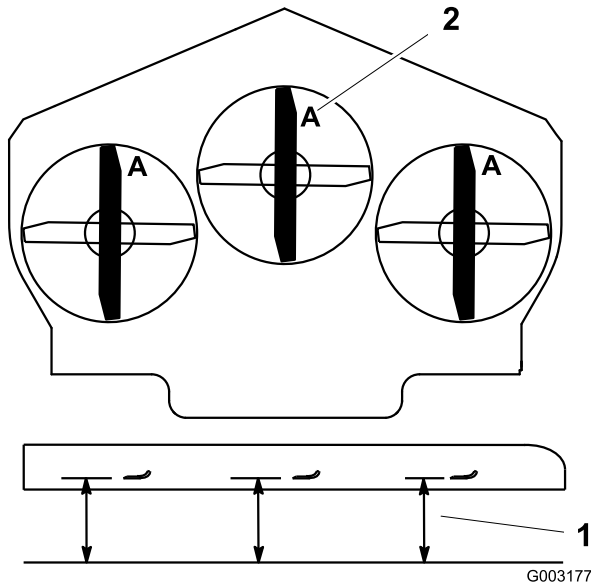

Figure 82
3. Tournez les lames dans le sens longitudinal (Figure 82). Mesurez la distance entre la surface plane et le tranchant (position **A**) des lames (Figure 82). Notez cette valeur.